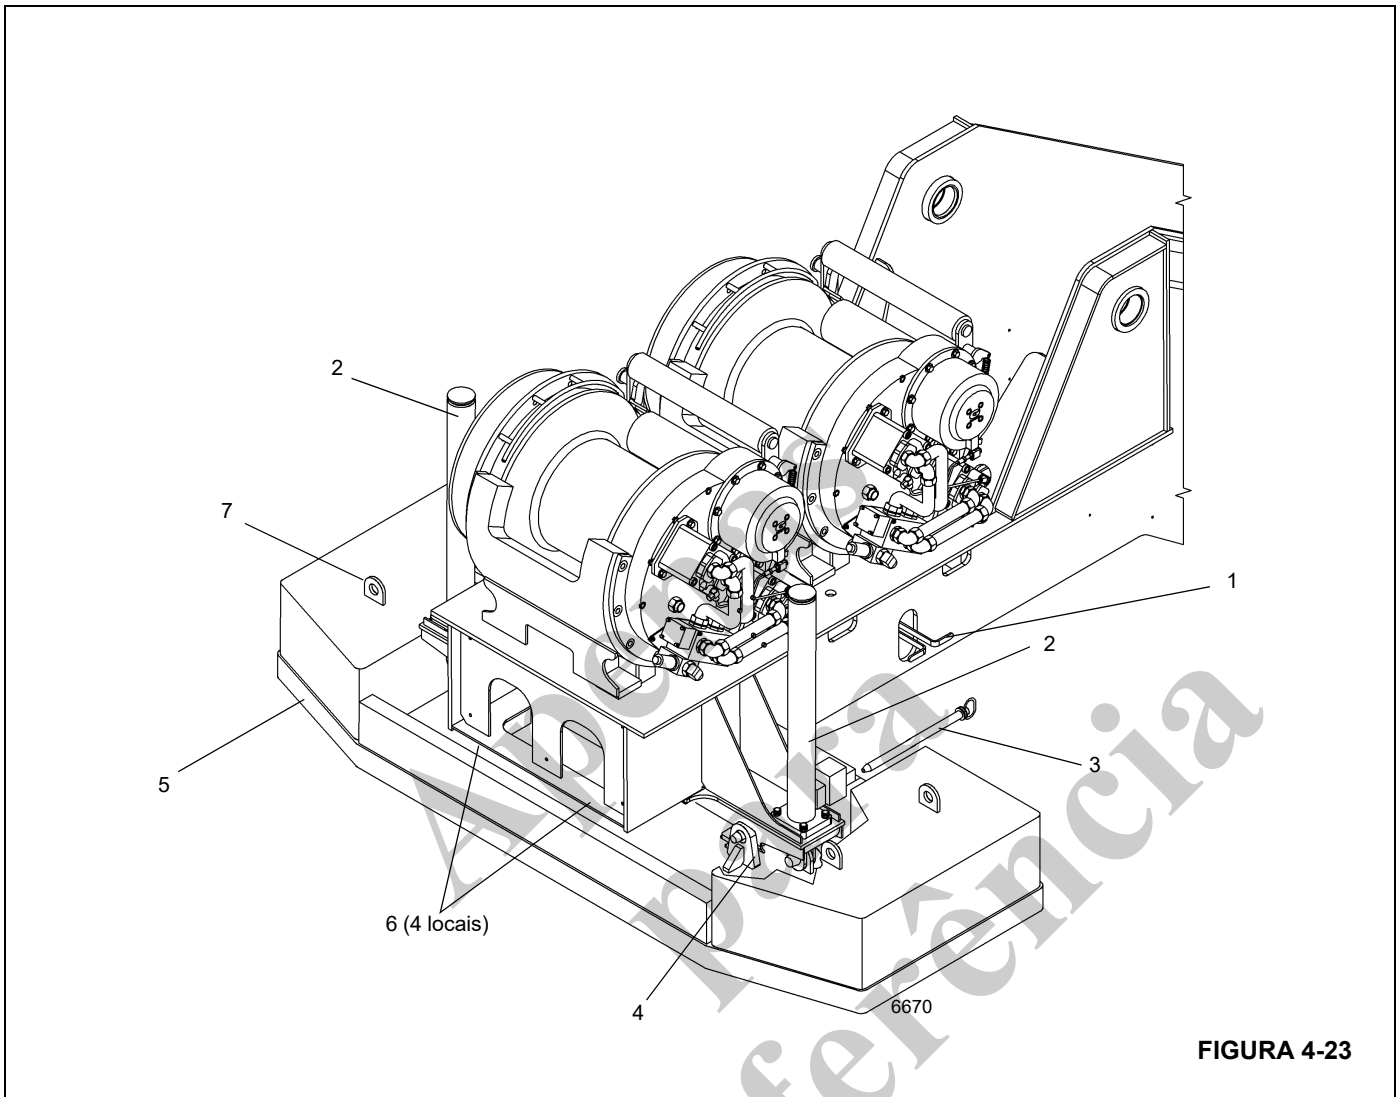

FIGURA 4-23
5. Utilizando as chaves da válvula de controle de remoção do contrapeso (Figura 4-22) e (Figura 4-23), localizadas em nos dois lados da plataforma rotativa, abaixe os cilindros do contrapeso. Utilize os pinos de fixação para prender os cilindros ao contrapeso. Insira os pinos de retenção nos pinos de fixação.